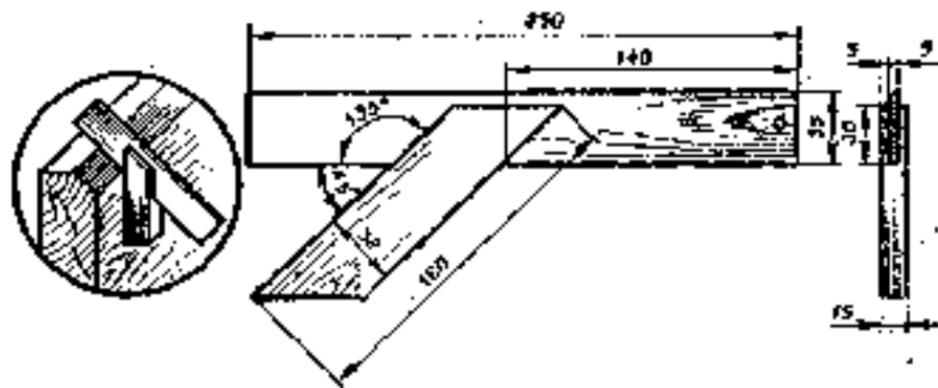
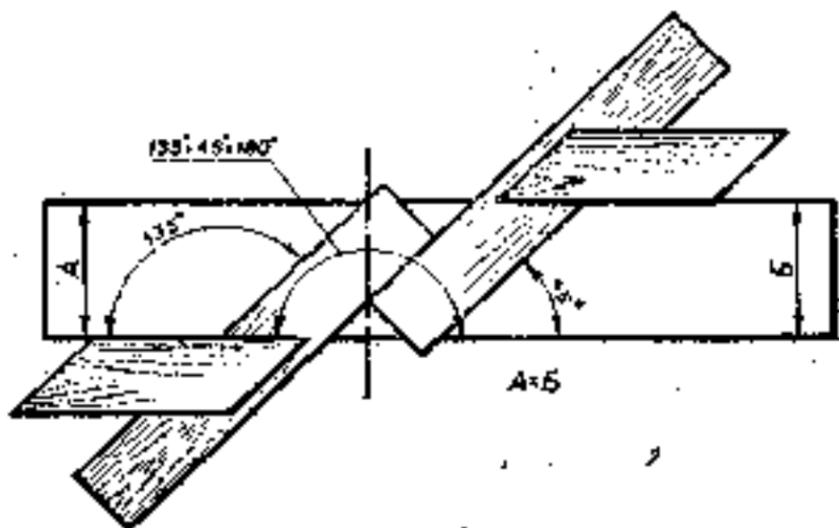

Рис. 24. Ерунок.
Рис. 25. Проверка ерунка.
3. По чертежу (рис. 24) составьте две рабы на подготовленные бруски. Его делают почти так же, как и угольник, но у этого инструмента без угла: 45° и 135° . Проушины размещают и делают под углом 45° . Проверяют качество изготовления инструмента на доске с ровными кромками (рис. 25).